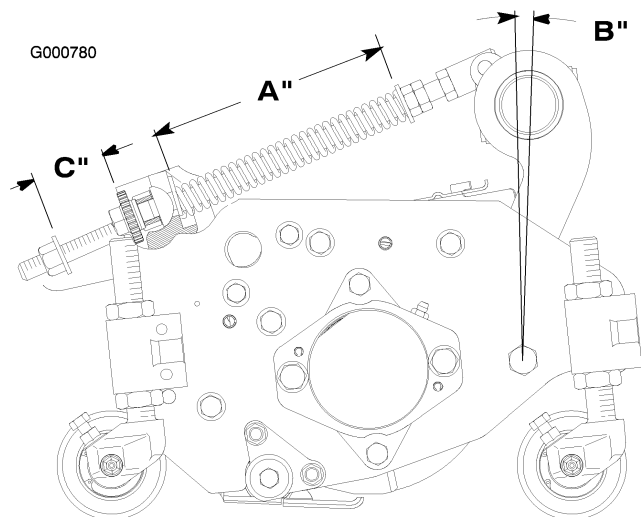

Figura 73
A mola de compensação (Figura 73), que liga a estrutura de suporte à unidade de corte, controla a rotação (para a frente e para trás) disponível e a distância ao solo no transporte e nas inversões de marcha.
1. Aperte a porca de bloqueio na parte posterior da haste da mola até que a folga (C) entre a parte posterior do suporte da mola e a parte da frente da anilha seja de 25 mm (Figura 73).
Nota: se estiver a cortar relva muito grossa ou irregular, aumente o comprimento da mola em compressão (A) para 216 mm e a folga (C) entre a parte posterior do suporte da mola e a parte frontal da anilha para 38 mm (Figura 73).
2. Aperte as porcas sextavadas na extremidade dianteira da haste da mola até que o comprimento da mola em compressão (A) seja de 203 mm (Figura 73).